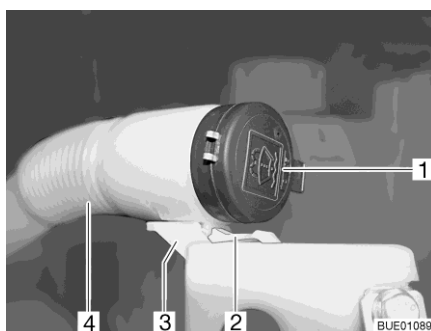

Fig. 44 Bec de remplissage réservoir pour liquide d'essuie-glace
- Appuyer sur le bec (Fig. 44,2) vers le bas et le maintenir enfoncé.
- Tirer le tuyau flexible (Fig. 44,4) vers l'avant pour le faire sortir du support (Fig. 44,3).
- Enlever le couvercle (Fig. 44,1) du bec de remplissage du réservoir de liquide d'essuie-glace.